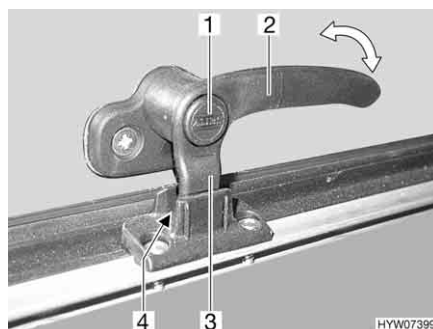
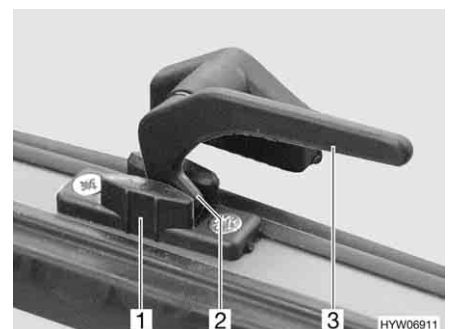

Bild 79 Låsarm med låsknapp i läget "kontinuerlig vädring"
Bild 80 Låsarm i läget "kontinuerlig vädring"
- I läget "kontinuerlig vädning" (Bild 79 och Bild 80)
- Tryck på låsknappen (Bild 79,1) om sådan finns och håll den nedtryckt.
- Sväng låsarmen (Bild 79,2 eller Bild 80,3) ett kvarts varv mot fönstrets mitt.
- Vrid tillbaka låsarmen. Därvid måste låsarmens låsspak (Bild 79,3 eller Bild 80,2) föras in i spåret på fönsterlåsen (Bild 79,4 eller Bild 80,1).
- Släpp låsknappen (Bild 79,1) om sådan finns.